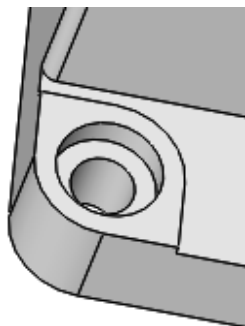

图 16-39 生成简单直孔
- 19 在对话框中的【终止条件】下拉列表中选择【给定深度】选项，输入深度为 3mm，设置孔直径为 10mm，其他参数均为默认值。单击对话框中的【确定】按钮，完成简单直孔的创建，如图 16-39 所示。